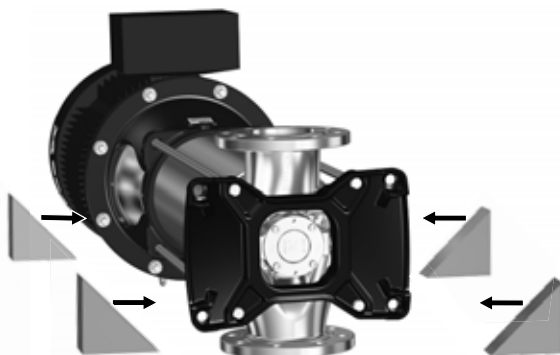

Рис. 14 Установка клиньев для предотвращения перемещения насоса во время работы
3. Слейте жидкость из насоса, для этого ослабив воздухоотводный винт (18), сняв пробки (25) и кольцевые уплотнения (38).
7. Установите насос горизонтально так, чтобы вокруг основания насоса (6) было достаточно свободного места. См. инструкции по проведению подъемных работ, прилагаемые к насосу.
8. Убедитесь, что насос не сдвинется с места во время работы. См. рис. 14.